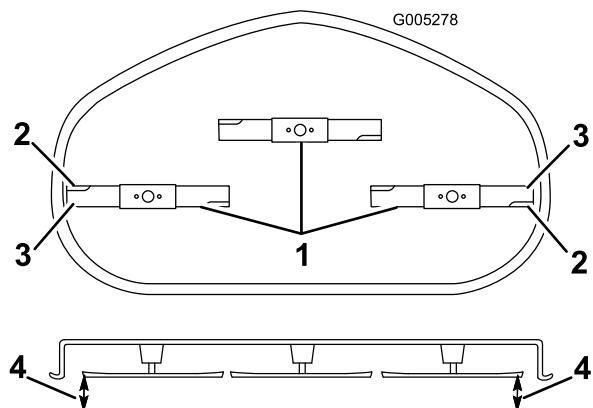

Figura 58
4. Girate con cautela le lame in modo che siano disposte tutte lateralmente (Figura 57 e Figura 58).
5. Misurate la distanza tra i taglienti esterni e la superficie piatta (Figura 57 e Figura 58).